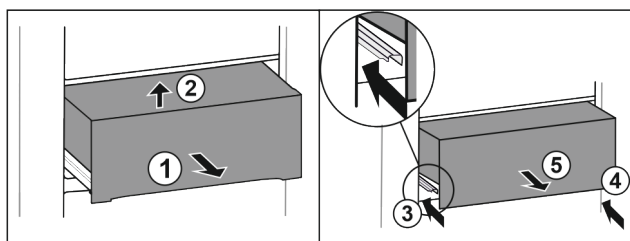

Fig. 38 \*
- Zásuvku napůl vytáhněte Fig. 38 (1)\*
- Vpředu nadzvedněte Fig. 38 (2)\*
- Zasuňte levou kolejničku Fig. 38 (3)\*
- Zasuňte pravou kolejničku Fig. 38 (4)\*
- Zásuvku odeberte směrem dopředu Fig. 38 (5)\*